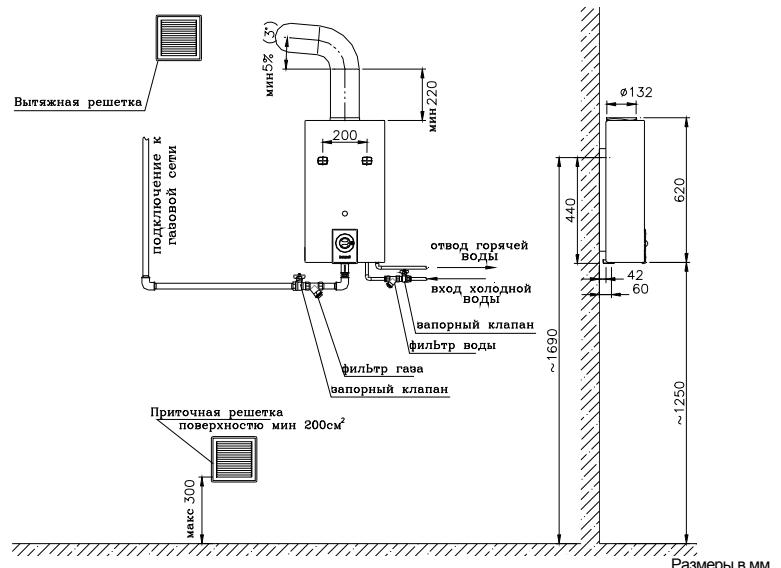

Рис. 3.1. Схема установки трубопроводов воды, газа и продуктов сгорания
- Подключение водонагревателя к дымоходу необходимо согласовать с соответствующими организациями трубочиста и должно соответствовать требованиям указанным на рис. 3.1.